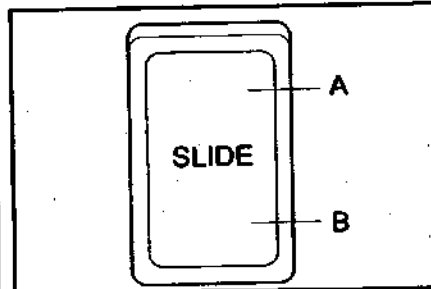

Рис. 71. Кнопка Slide для сдвига люка
Для сдвига люка нажмите на кнопку «SLIDE» (СДВИГ) (A), расположенную на узле лампы для чтения карт (рис. 71). Для полного открытия люка достаточно однократного нажатия на кнопку «SLIDE» (A). Для закрытия люка нажмите на кнопку «SLIDE» (B) и удерживайте ее нажатой до полного закрытия.